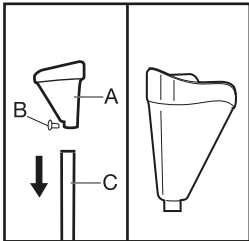

Figura 12
Coloque o adaptador (A) no tubo metálico prata, alinhando os furos do adaptador (A) com os furos do tubo metálico prata, para assim fixar o parafuso (B) deixando o adaptador preso junto ao tubo metálico (figura 12).